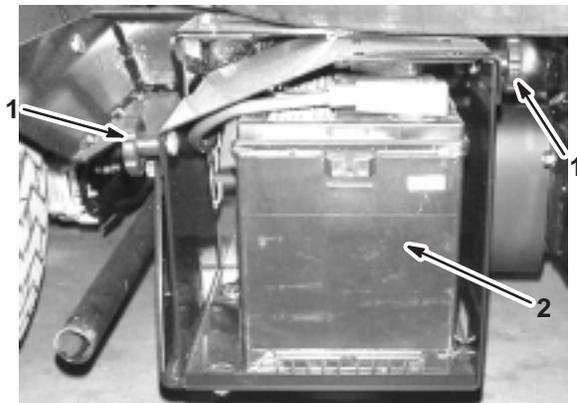

Figure 52
- Desserrez les boutons sur les côtés du bac de la batterie et déposez le couvercle de la batterie (Fig. 52).
- Retirez le dispositif de retenue et les fixations de la batterie (Fig. 52).
3. Installez solidement le dispositif de retenue de la batterie avec les fixations retirées précédemment (Fig. 52).
4. Posez le couvercle de la batterie et fixez-le à l'aide des 2 boutons (Fig.52).
1. Desserrez les boutons sur les côtés du bac de la batterie et déposez le couvercle de la batterie (Fig. 52).